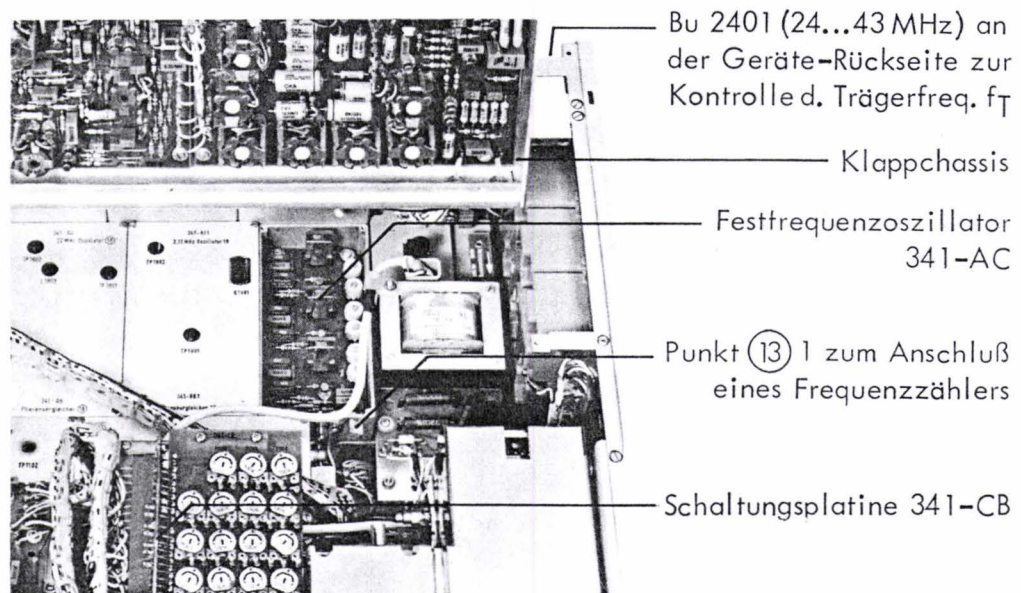

Bild 5-6
Unter Beobachtung der Anzeige eines Frequenzzählers am Punkt (13) 1 (s. Bild 5-6) stimmt man den Oszillator I mit den Trimmern C 1303 und C 1305 so ab, bis die Frequenzanzeige mit der gewünschten Frequenz f_Q übereinstimmt. Die Abstimmung ist so genau wie die Meßgenauigkeit des verwendeten Zählers. Diese soll besser als $5 \cdot 10^{-6}$ sein.